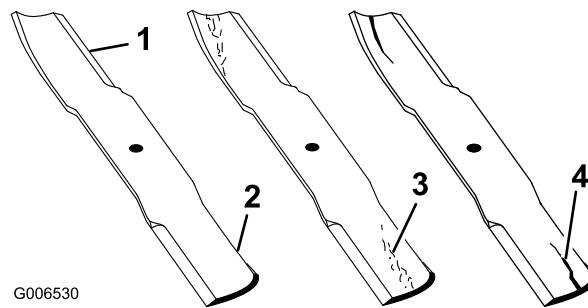

Figure 50
1. Examinez le tranchant des lames (Figure 50). Si les lames coupent mal ou présentent des indentations, déposez-les et aiguiser les (voir Aiguisage des lames).
2. Inspectez les lames, surtout la partie relevée (Figure 50). Remplacez immédiatement toute lame endommagée, usée ou qui présente une entaille (Figure 50).